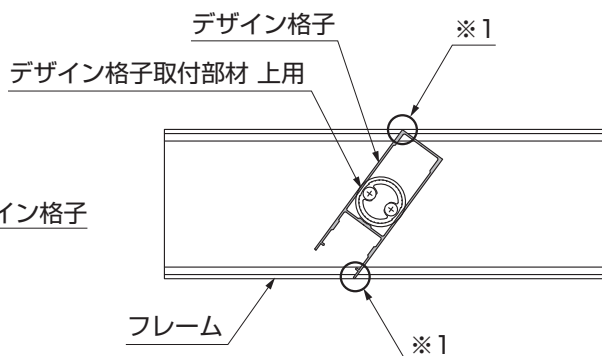

図8-3
- デザイン格子は回転させて取付ける事が可能ですが、※1の箇所がフレームから飛び出さないように取付けてください。(図8-3参照)
②デザイン格子取付部材 上用にデザイン格子を【38-1】で取付けてください。
③デザイン格子にデザイン格子カバーをはめ込んでください。
(2) デザイン格子30×150の場合